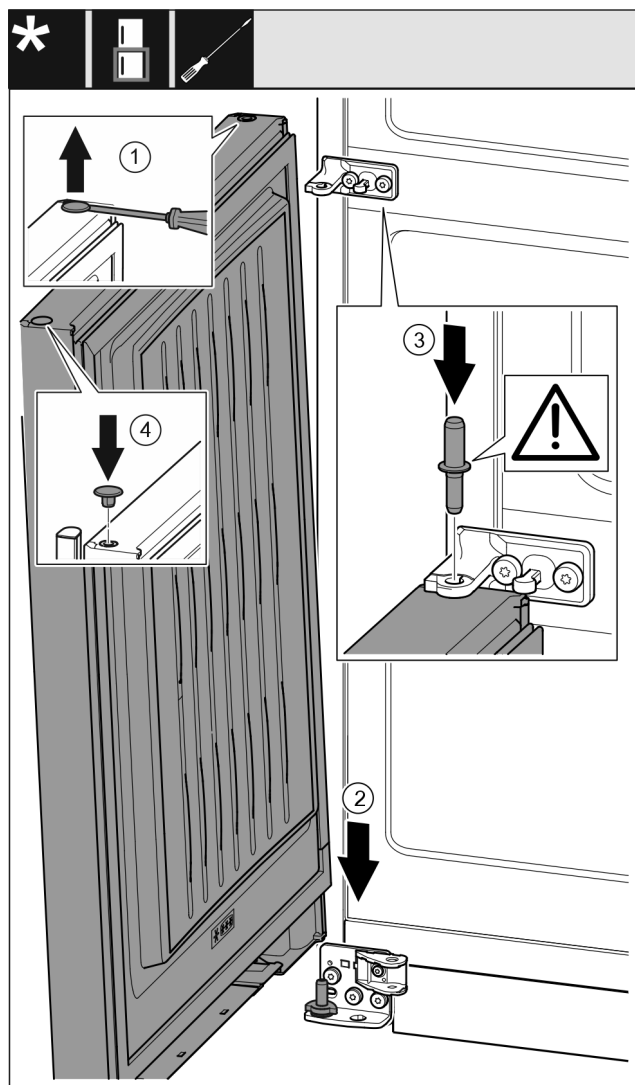

Fig. 35
- Ridicați cu precauție dopul Fig. 35 (1) cu o șurubelniță plată și extrageți-l.
- Așezați ușa Fig. 35 (2) de sus pe bolțul inferior de lagăr.
- Introduceți bolțul central de lagăr Fig. 35 (3) prin mijlocul suportului de lagăr în ușa inferioară. Aveți grijă aici ca respectiva camă de fixare să fie îndreptată către înapoi.
- Introduceți dopul Fig. 35 (4) pe partea opusă a ușii.